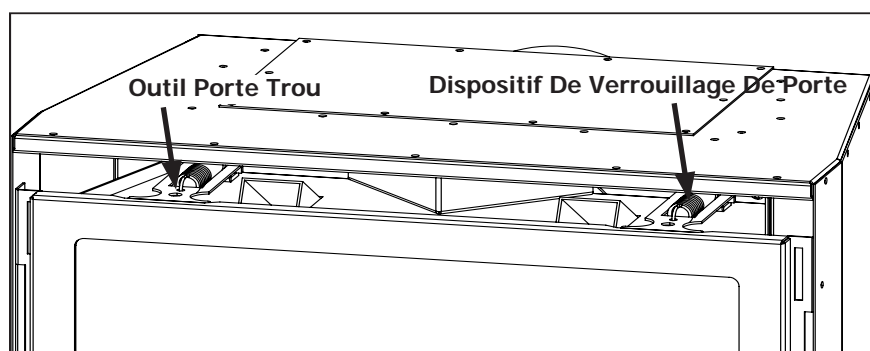
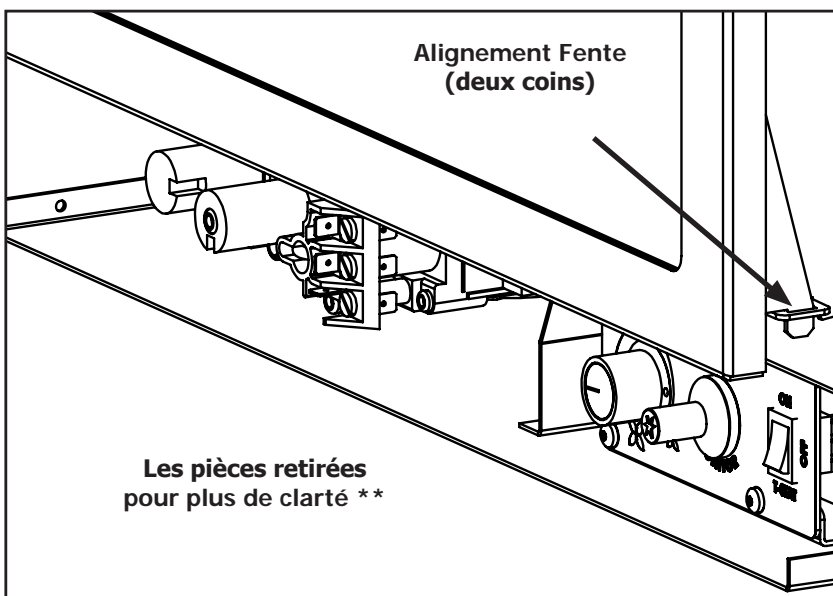

Figure 16. Haut verrous pour portes en verre
Figure 17. Slots d'alignement bas pour la porte en verre.
Pour installer l'ensemble du journal, et pour le nettoyage régulier, la porte vitrée doit être retirée. Il ya deux (2) porte mécanismes de verrouillage sur le dessus de la porte en verre comme le montre la figure 16. Chaque verrouillage a un trou à l'avant d'utiliser l'outil de la porte, fourni avec l'appareil, pour tirer les mécanismes en ligne droite et vers le haut. Lorsque les meilleurs verrous sont décrochés, penchez la porte avant, puis soulevez-le hors des fentes d'alignement dans les coins inférieurs de la chambre de combustion, de la figure 17.